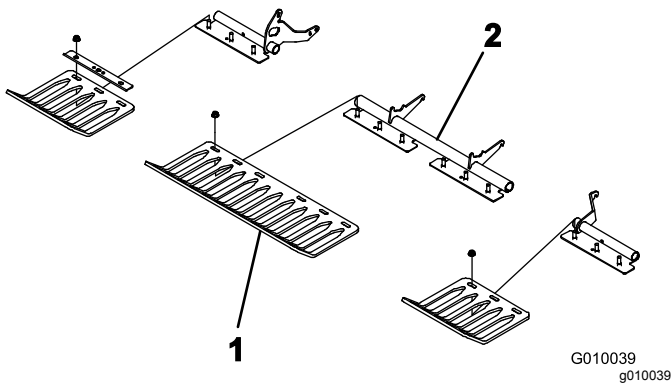

Figura 25
4. Instale provisionalmente los protectores de césped en los soportes de los protectores de césped con 4 abrazaderas y 12 tuercas con arandela prensada (Figura 25). No apriete los herrajes.
Nota: La fábrica entrega abrazaderas del protector del césped y tuercas con arandela prensada instaladas en los soportes del protector de césped (Figura 25).